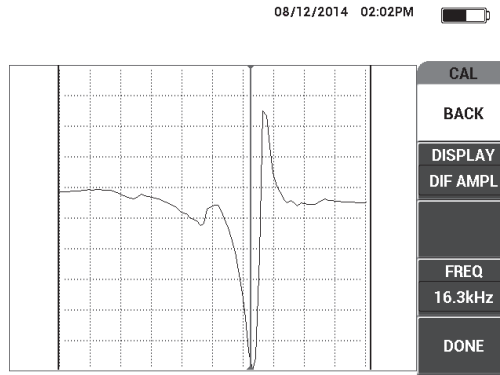

Figura 6-65 Selecionar a melhor frequência de operação
6. Se necessário, selecione a melhor frequência de operação de acordo com as exigências ajustando a **FREQ** (tecla D) usando o botão (veja Figura 6-65 na página 179).